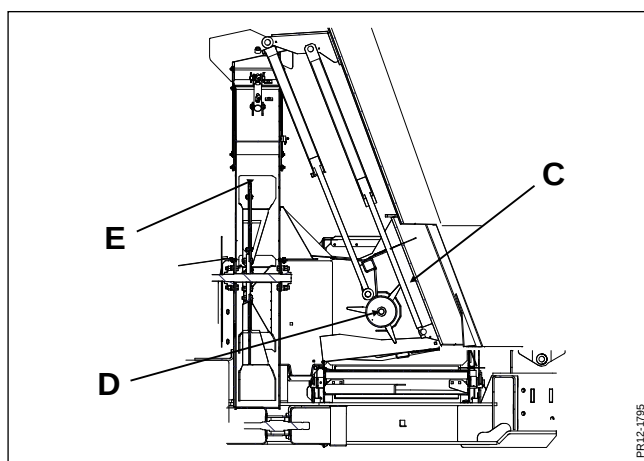

Fig. 2-4
Fig. 2-4 Detta är inställningen när halm ska strös. (C) är nu nedsänkt och (D) kan rotera. Doseringsvalsen säkerställer en jämn tillförsel av halm till fläkten (E). Den används också till kortvariga pauser i ströandet då tillförseln av halm till fläkten stoppar när doseringsvalsen inte roterar.